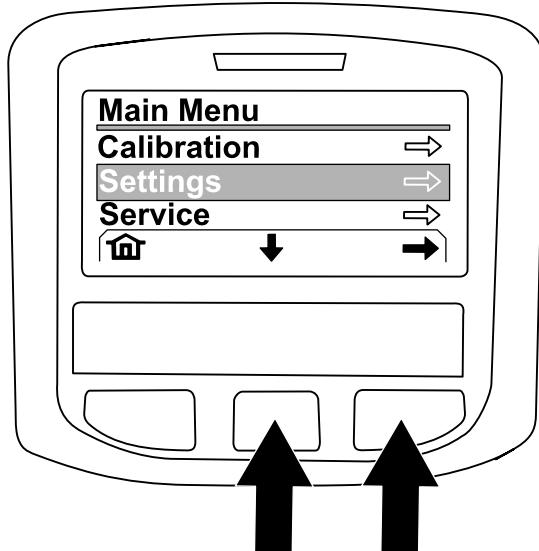

Bild 225
4. Drücken Sie auf dem Bildschirm HAUPTMENÜ die mittlere Taste , um auf die Option EINSTELLUNG zu navigieren; drücken Sie die rechte Taste, um die Option auszuwählen (Bild 225).